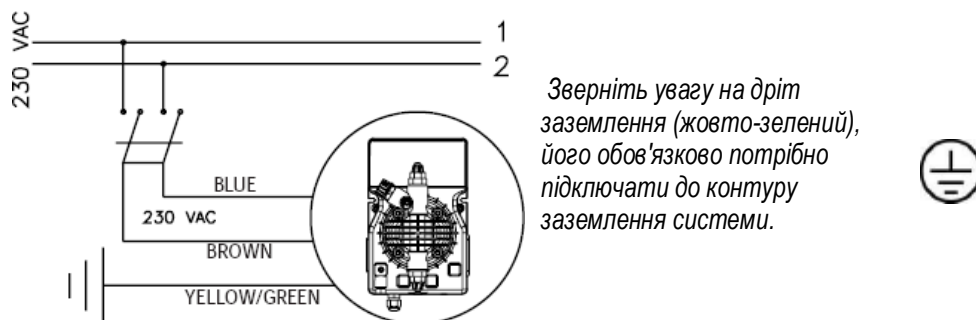

Рис. 4
1. Від'єднати від електричної розетки або вимкнути живлення двополюсним вимикачем з мінімальною відстанню між контактами 3 мм (Рис. 4)
1. Завершити з'єднання від електричної розетки або вимкнути живлення двополюсним вимикачем з мінімальним відстанню між контактами 3 мм (Рис. 4)
б. – Перед початком встановлення ознайомтеся з правилами електричних підключень у вашому регіон. (Рис. 4)